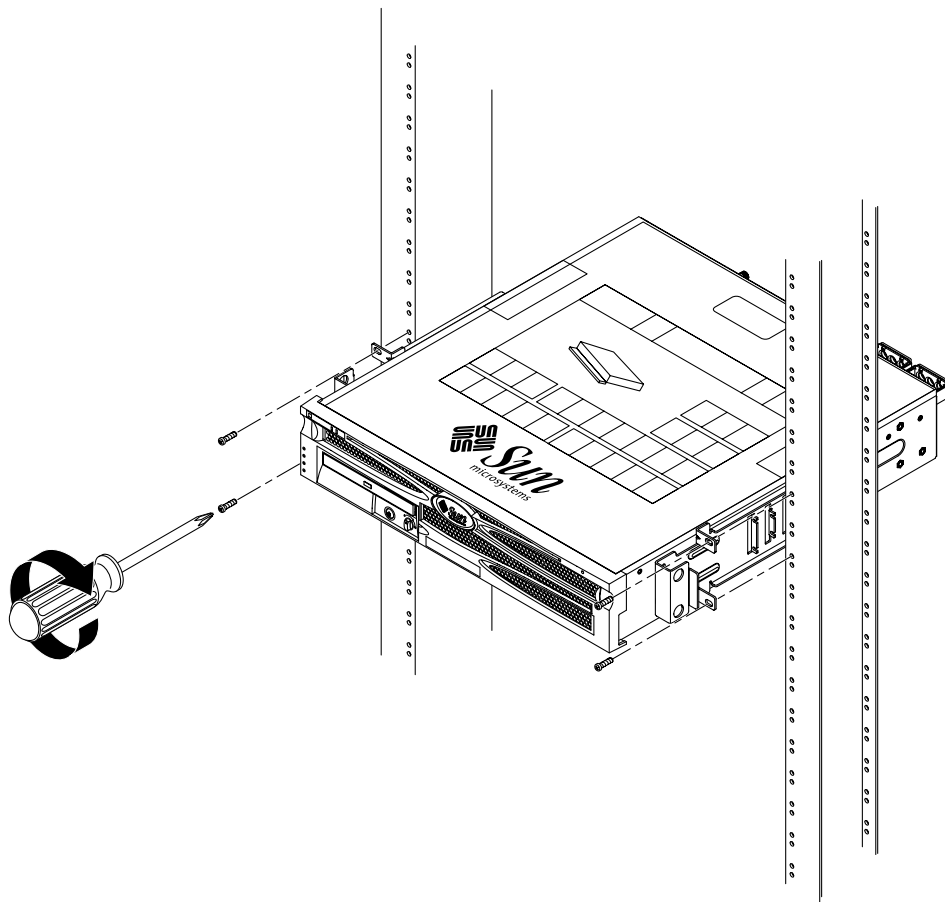

FIGURE 3-32 Installation et fixation du serveur dans une armoire à deux colonnes
4. À raison de deux vis par support, fixez l'avant du serveur à l'avant de l'armoire (FIGURE 3-32).